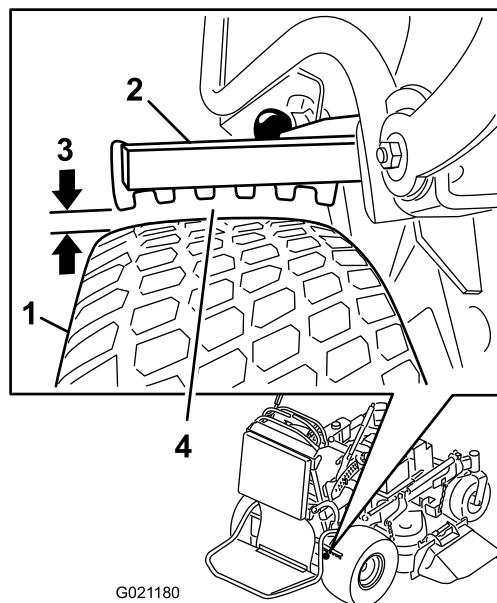

Figure 61
6. Utilisez le côté présentant le plus petit espace, et faites en sorte que la distance se situe entre 3 et 6 mm (Figure 61). Reportez-vous à Réglage des freins (page 47) lorsqu'un réglage est nécessaire.
5. Réglez la chape. La distance entre la barre de frein et la roue doit se situer entre 3 et 6 mm. Pour serrer le frein, tournez la chape vers le haut. Pour desserrer le frein, tournez la chape vers le bas (Figure 61).